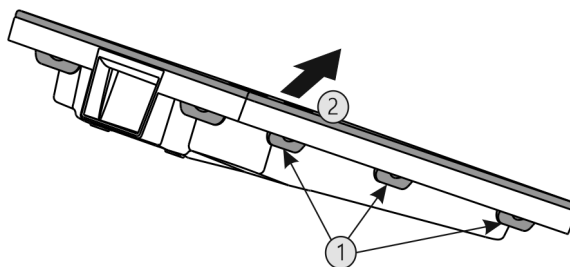

Fig. 43
- Appuyer sur toutes languettes Fig. 43 (1) l'une après l'autre et enlever le couvercle Fig. 43 (2).